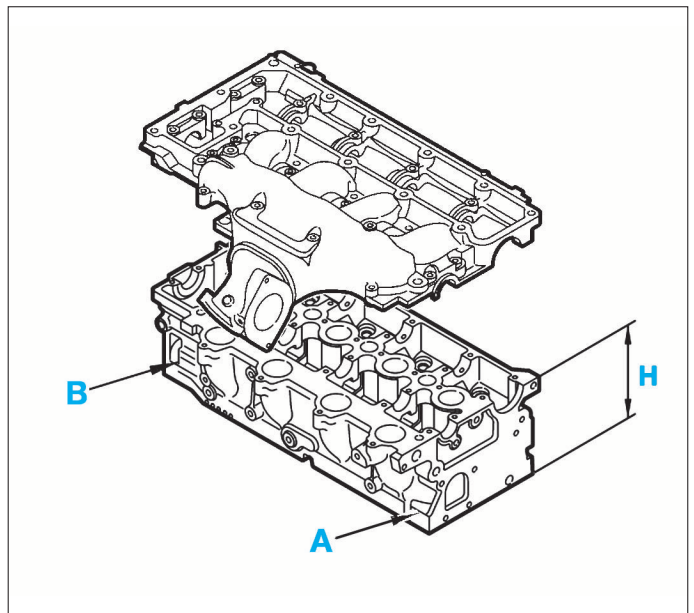

FIG. 1
Les culasses avec le plan de joint rectifié sont repérées par la lettre "R" gravée en (A) (Fig.1).